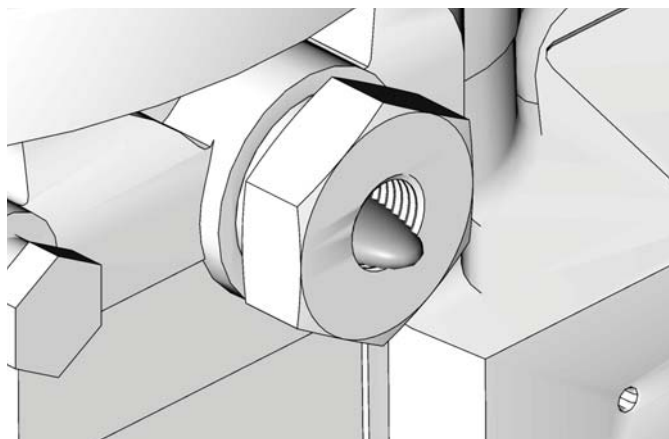

РИС. 12
2. Запустите насос и не выключайте до тех пор, пока воздух не перестанет смешиваться со смазочным материалом, выходящим из фитинга патрона (рис. 12).